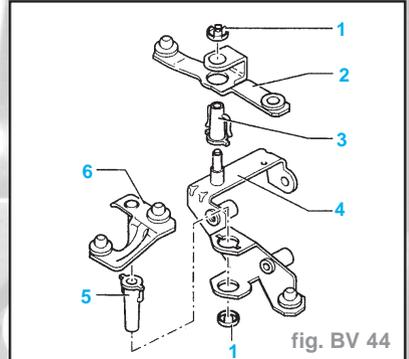

fig. BV 44
**Levier d'inversion et levier intermédiaire** (fig. BV 44)